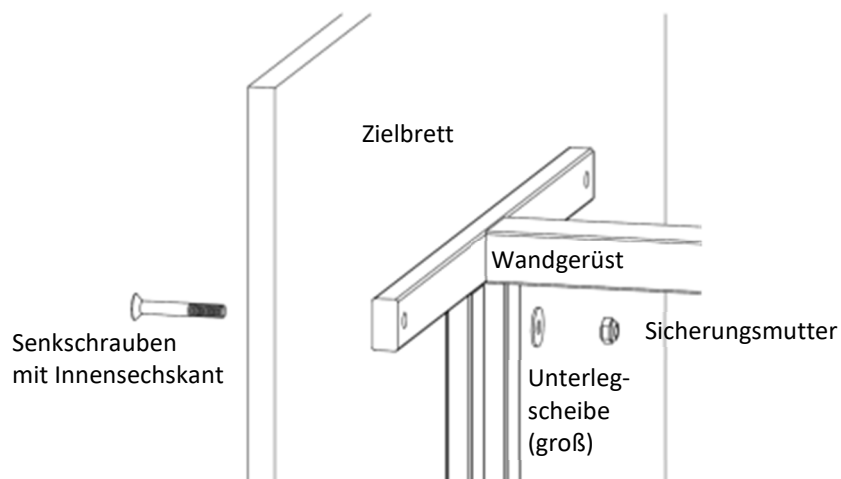

Abbildung 5: Montage Zielbrett
Ist das Wandgerüst fest an der Wand angebracht, können Sie als nächstes das Zielbrett daran montieren. Verwenden Sie dazu die Senkschrauben mit Innensechskant (4), die großen Unterlegscheiben (10) und Sicherungsmuttern (8) wie in Abb. 5 dargestellt.